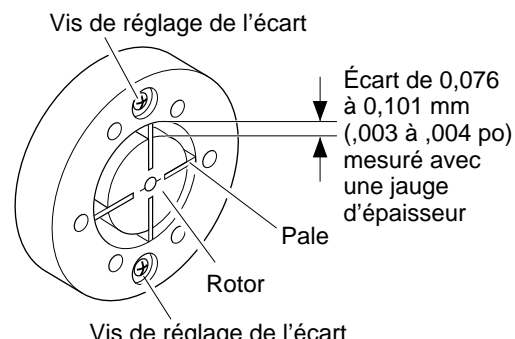

Figure 25 - Emplacement des vis de réglage de l'écart
9. Vérifier le dégagement du rotor. Si nécessaire, le régler de 0,076 à 0,101 mm (.003 à .004 po) (voir figure 25).